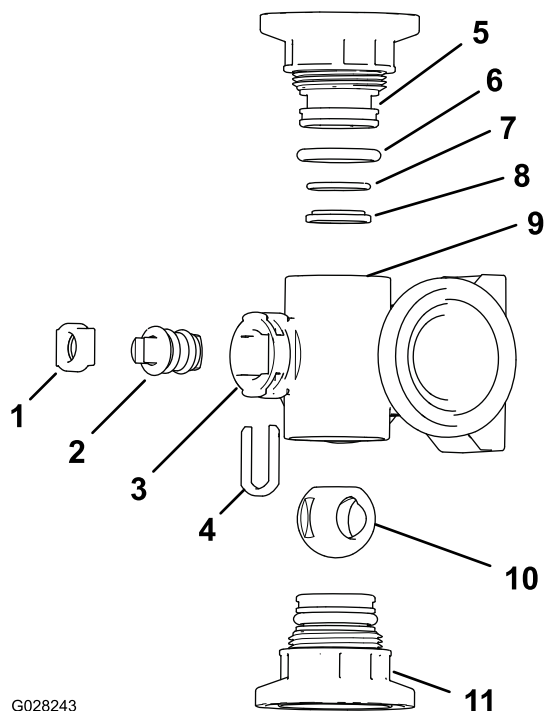

図 98
2. マニホルドのボディ両端部にあるエンドキャップフィッティングアセンブリ2個を取り外す 図 98 と 図 99。
4. マニホルド内部のステムポートのスロットからステムリテーナを取り外す 図 98 と 図 99。
5. マニホルドからステムリテーナとバルブシートを取り外す 図 98 と 図 99。
6. マニホルドボディの中に手を入れてバルブステムアセンブリを取り出す 図 98 と 図 99。
1. 出口フィッティングの Oリング個別ブームバルブマニホルドのみ、エンドキャップの Oリング、バックシートの Oリング、ボールシートそれぞれに傷や過度の摩耗がないか点検する 図 98 と 図 99。
2. バルブのステムにグリスを塗り、ステムをバルブステムシートに取り付ける 図 98 と 図 99。
3. バルブステムとシートをマニホルドに取り付けてステムリテーナで固定する 図 98 と 図 99。
4. バックシートの Oリングとボールシートが相互に整列しており、エンドキャップのフィッティングに適切に収まっていることを確認する 図 98 と 図 99。
5. エンドキャップフィッティングアセンブリを、マニホルドボディに取り付け、エンドキャップフィッティングのフランジがバルブボディに接触したら 図 98 と 図 99、その位置からさらにバルブを $\frac{1}{8}$ - $\frac{1}{4}$ 回転締め付ける。